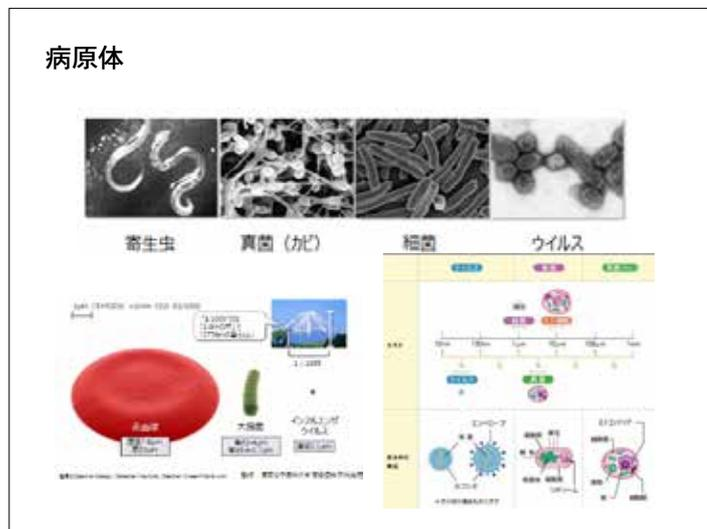
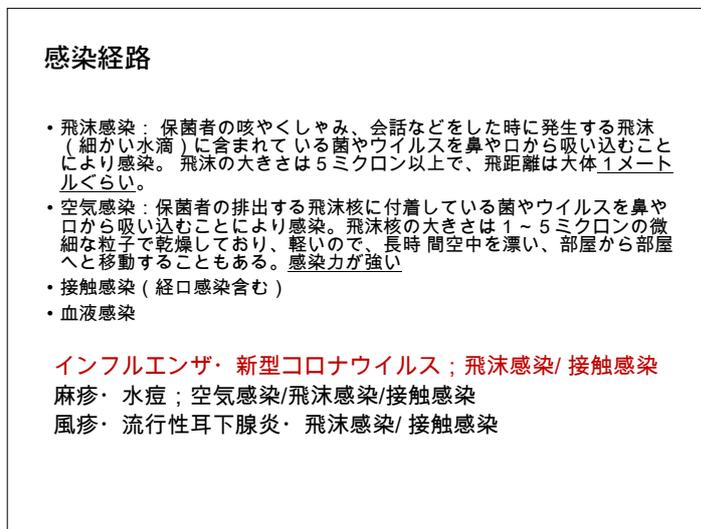

図1
図2
感染症とは、病原体（細菌、ウイルス、真菌、寄生虫など）が体に侵入して、症状が出現する病気です（図1）。侵入する感染経路には飛沫感染、空気感染、接触感染、血液感染があります。コロナウイルスやインフルエンザウイルスは飛沫感染/接触感染です（図2）。病原体が体に侵入しても、症状が現れる場合と現れない場合があります。それを左右する要因として①病原体 ②感染経路 ③感受性宿主（身体の免疫力など）があります。感染症は生物学的ストレスである病原体に対して、身体の防御反応として急性炎症が起こり、その炎症の結果として諸症状が出現します。病原体が身体のどの器官に侵入するかによって症状が異なってきます。例えば、排尿痛や頻尿があると膀胱炎、のど